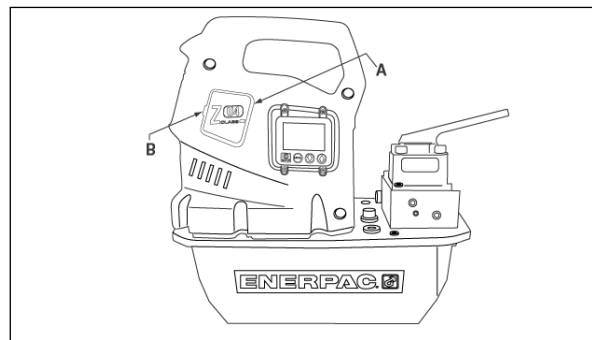

Fig. 11, smontaggio coperchietto spazzole
2. Svitare entrambi i coperchietti delle spazzole (A) flettendo il dispositivo di chiusura del coperchietto (B) e smuoverlo delicatamente con una leva verso l'esterno (vedere la Fig. 11).